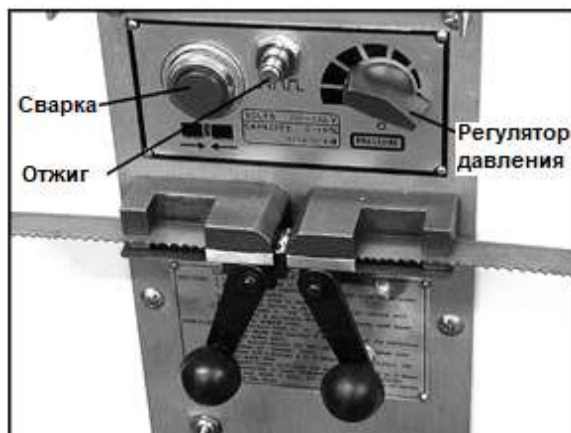

Рис. 12.
3. Установите ручку регулировки давления (Рис. 12) на "0" (вниз). ПРИМЕЧАНИЕ: при повороте ручки вы ощутите сопротивление.
7. Нажмите и удерживайте кнопку включения сварочного устройства (Рис. 12). Когда кнопка нажата, левый зажим смещается к правому и сдвигает концы полотна между собой. Одновременно с этим, через зажимы пропускается ток и происходит сварка полотна с образованием искр. Не отпускайте кнопку до тех пор, пока сварной шов не раскраснелся докрасна.
3. Быстро нажмите и отпустите кнопку включения отжига (Рис. 12). Повторяйте это